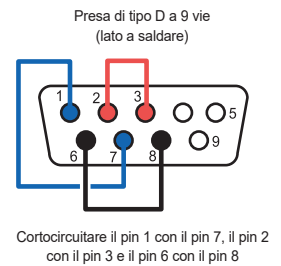

Figure B1.6.3
Toccando uno di questi pulsanti viene eseguito un test di loopback sulla relativa porta seriale. Affinché il test riesca, sulla porta seriale pertinente sul retro del registratore è necessario installare una presa di tipo D a 9 poli, cablata come in figura B1.6.3. Se cablata come mostrato, la presa è adatta al test con entrambi gli standard di comunicazione EIA232 ed EIA485. Il test risulterà nella legenda "S1(2) Passato" o "S1(2) Fallito" al posto di "Serial 1" (Seriale 1) o "Serial 2" (Seriale 2) sul pulsante appropriato. Se l'opzione Comunicazione Seriale non è presente, premendo uno dei due pulsanti si ottiene un messaggio Fallito.